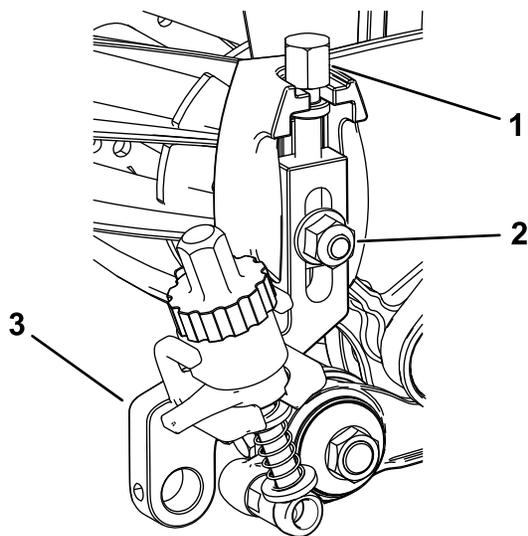

Figura 21
1. Aperte os parafusos de ajuste da altura de corte previamente removidos na parte superior dos conjuntos da altura de corte (Figura 21).
2. Instale os conjuntos da altura de corte nas placas laterais da unidade de corte utilizando o parafuso do arado, porca e anilha especial anteriormente removidos (Figura 21).